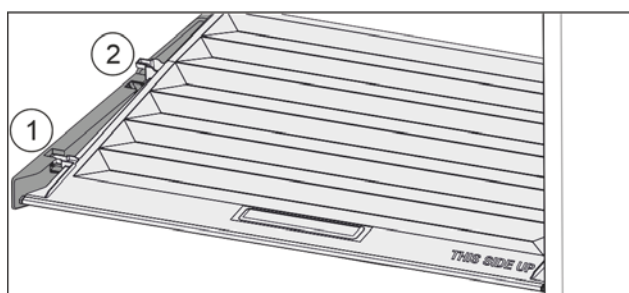

Fig. 42
- ▶ Потянуть крышку до отверстия в поддерживающих деталях вперед Fig. 42 (1).
- Поднять сзади снизу и извлечь Fig. 42 (2) движением вверх.